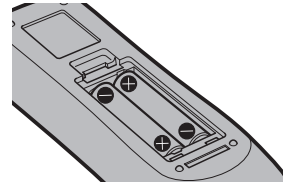

Fig. 2
2) **Inserire le batterie e chiudere il coperchio (inserire prima il lato $\ominus$).** (Fig. 2)